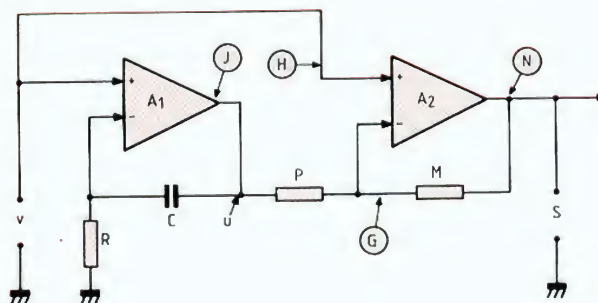

Fig. 14. - L'amplificateur à gain négatif A₂ a maintenant son entrée « + » commandée par la même tension que celle de A₁, ce qui résout le problème.
la sortie de A₁ à l'extrémité gauche du résistor P de la figure 11 (en supposant P = M, soit un gain de -1), la sortie S de A₂ nous fournirait une forme d'onde analogue à celle que montre la figure 13. Nous aurions bien, après le temps zéro, un potentiel S qui décroît linéairement, mais, au lieu de partir de + E, il part de - E. Mais ne vous découragez pas, nous y sommes presque. En effet, supposons que, comme le montre la figure 14, nous appliquions bien la sortie u de A₁ (point J) à la gauche du résistor P, mais que, en même temps, l'entrée « + » de A₂, au lieu d'être reliée à la masse, soit reliée à l'entrée « + » de A₁. Alors, tout va changer.
Fig. 15. — Dans le montage de la figure 14, attaqué en (H) par le signal (a), le signal en (J) varie comme (b) ; en (N), il varie comme (c) ; donc, en reliant (N) et (H) par un résistor, il y passera le courant qui varie comme le montre la courbe (d), ce que nous voulions obtenir.